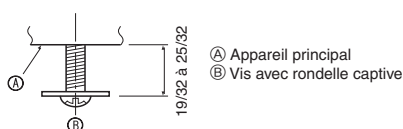

Fig. 9-5
9.4.1. Préparatifs (Fig. 9-5)
• Installer les deux vis livrées, munies des rondelles d'étanchéité ②, dans l'appareil principal (dans le coin de la zone du tuyau d'écoulement et dans le coin opposé) comme indiqué sur le schéma.